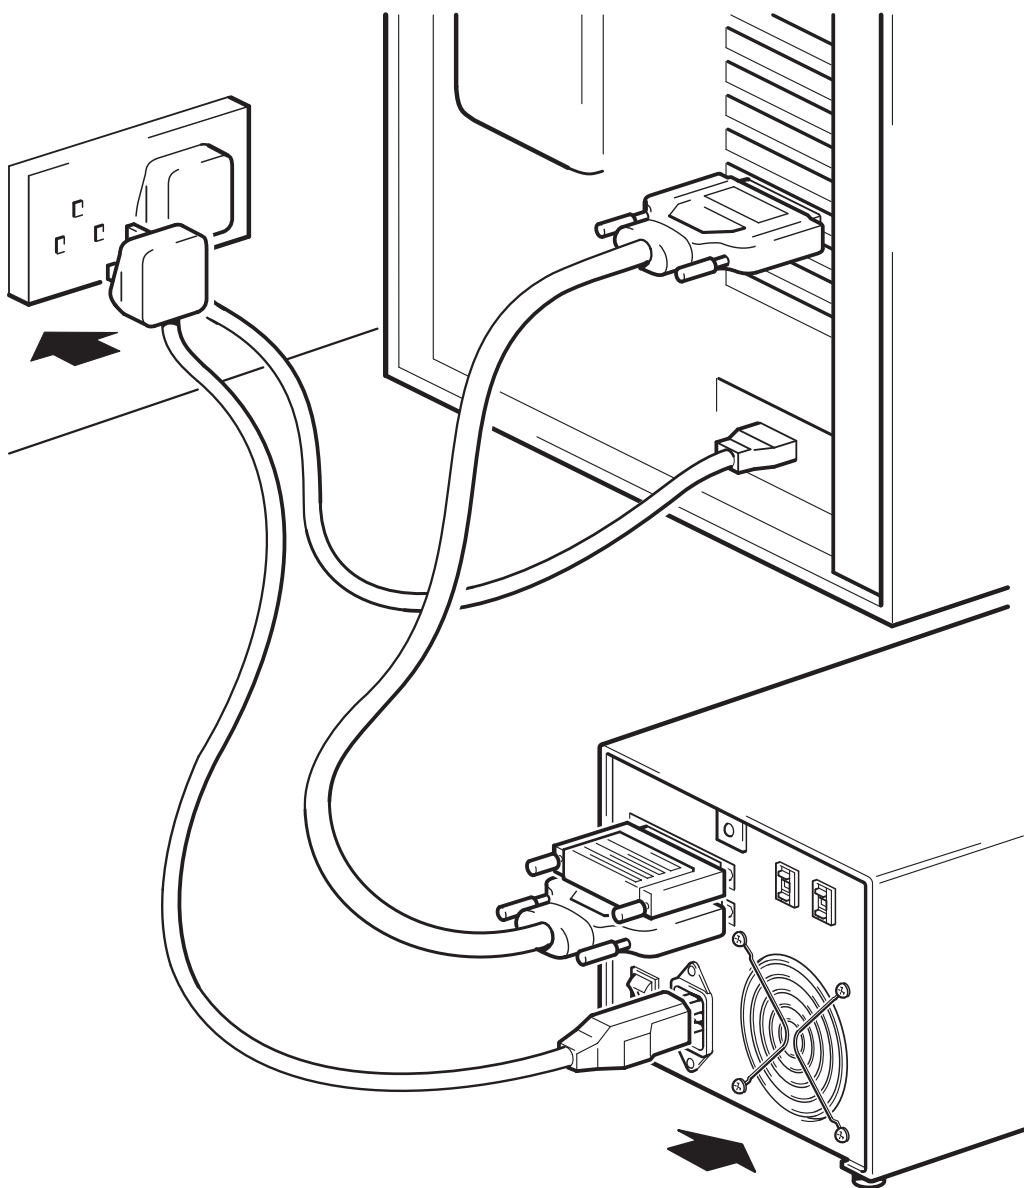

Figura 7: cómo conectar el cable de alimentación
- 2** Enchufe el cable de alimentación correctamente en el conector del panel posterior del cargador. (Véase la figura 7.)